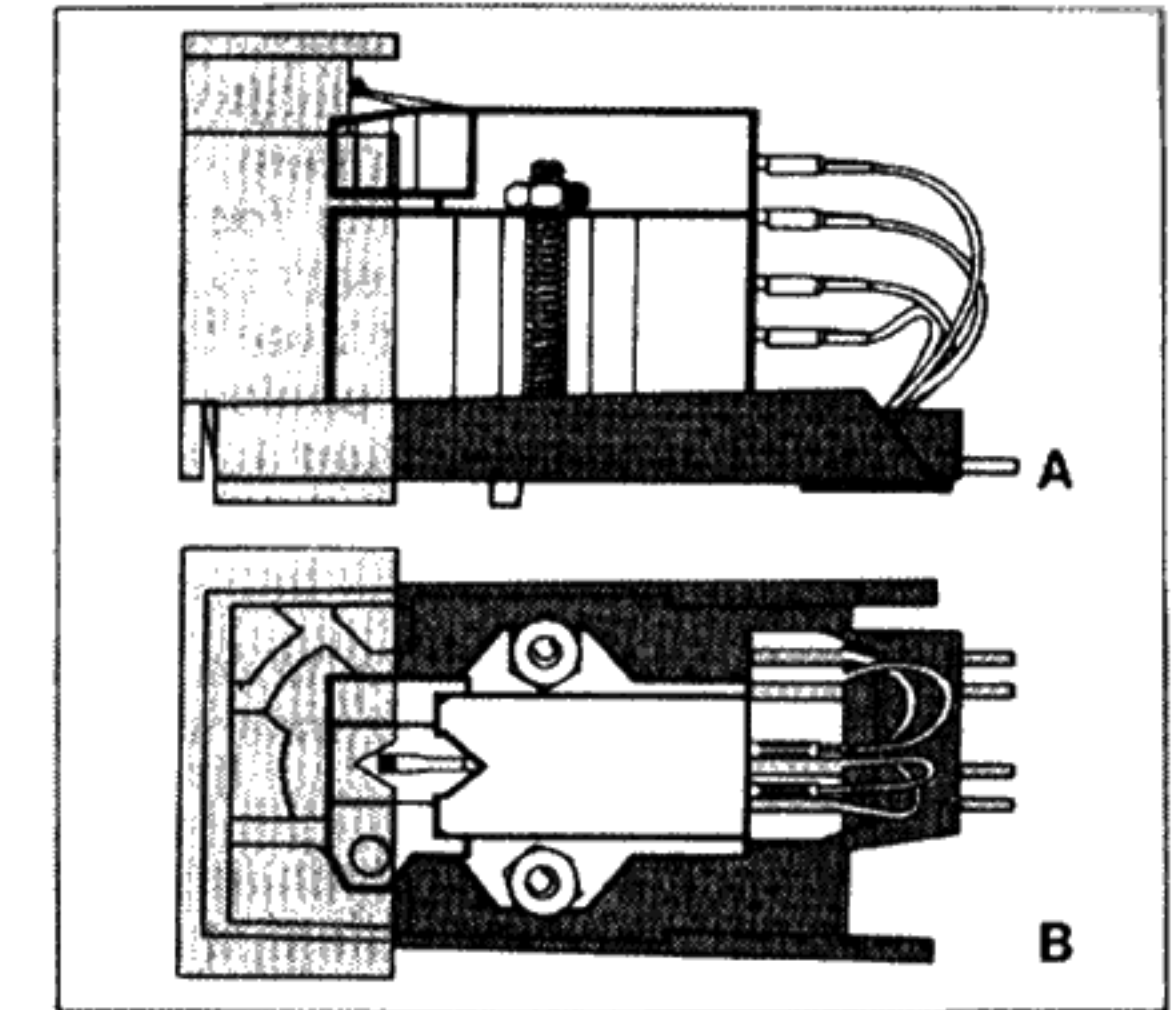

Fig. 17
1. Per montare la cellula togliete la testina (5) dal braccio spingendo indietro la levetta di serraggio (4) fare attenzione che la testina non cada.
2. Befestigen Sie das Tonabnehmersystem unter Verwendung des dem Tonabnehmer-system beige-fügten Zubehörs auf dem Systemträger. Zu beachten ist, daß sich die Ab-tastnadelspitze – von oben betrachtet – mit der V-förmigen Aussparung der Systemlehre deckt (Fig. 17).
2. Fixez la cellule sur le porte-cellule en utilisant les accessoires joints à la cellule. Vérifiez que la pointe de lecture – vue de haut – se superpose à l'encoche en forme de V du gabarit de la cellule (Fig. 17).
2. Using the hardware provided, mount the cartridge on the cartridge holder. Make sure that the V-shaped recess of the stylus tip -as seen from above- covers the cartridge gauge (Fig. 17).
2. Bevestig het element op de systeemhouder en gebruik voor de plaatsbepaling de meegeleverde hulpstukken. Er moet op gelet worden dat de naaldpunt van boven af bekeken exakt in de V-vormige uitsparing valt (Fig. 17).
2. Monte la cápsula en el portacápsulas utilizando los accesorios adjuntos a la cápsula. Tenga en cuenta que la punta de la aguja lectora — vista desde arriba — debe coincidir con la escotadura en forma de V del calibre (Fig. 17).
2. Montera den nya pick-upen i monteringsbryggan. Se till att nålspetsen hamnar i rätt position, med hjälp av monteringsmallen (Fig. 17). Använd vid monteringen de tillbehör som medföljer skivspelaren. (Distansrör, skruvar och muttrar).
2. Fissate la cellula sulla testina servendovi degli accessori allegati, osservando che la punta dello stilo — vista da sopra — combaci con l'insenatura a V del calibre (Fig. 17).